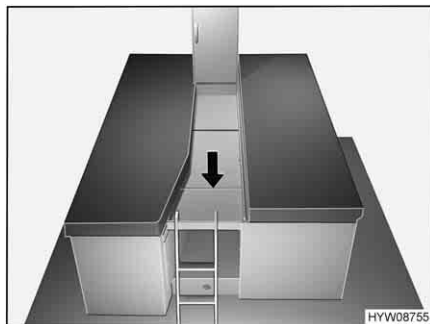

Fig. 88 Preparazione dell'allargamento letto
- Aprire l'allargamento letto e posizionarlo tra i letti singoli, come illustrato nella Fig. 88.